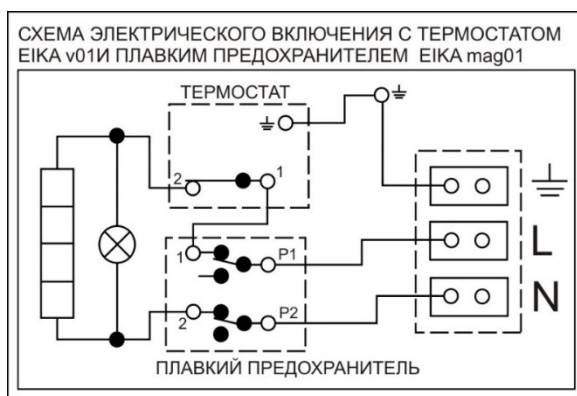

Рисунок 8
- Схема эл. подключения прилагается к водонагревателю на крышке электропроводки (Рисунок 8)